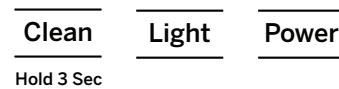

Figura 3
6. Enchufe la Opal y mantenga presionado el botón "Clean" (Limpieza) durante 3 segundos para iniciar el proceso de limpieza. Ver figura 3.